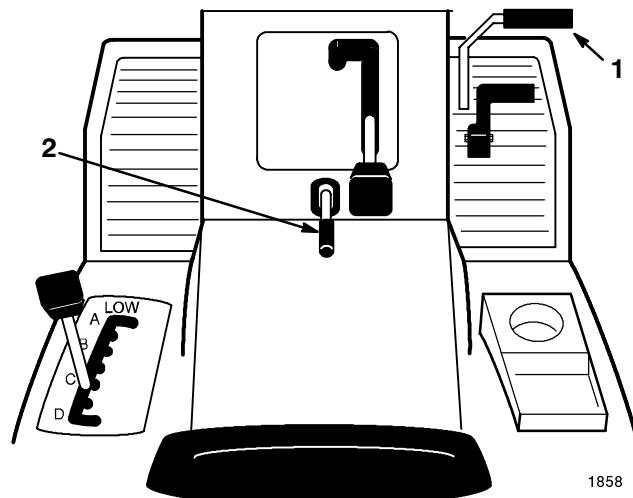

Abbildung 2
1. Das Bremspedal (Abb. 2) herunterdrücken und in dieser Position halten.
2. Den Feststellbremsenhebel (Abb. 2) hochziehen und den Fuß allmählich vom Bremspedal nehmen. Das Bremspedal sollte in heruntergedrückter (gesperrter Position) bleiben.
1. Das Bremspedal (Abb. 2) treten. Der Feststellbremsenhebel sollte sich lösen.